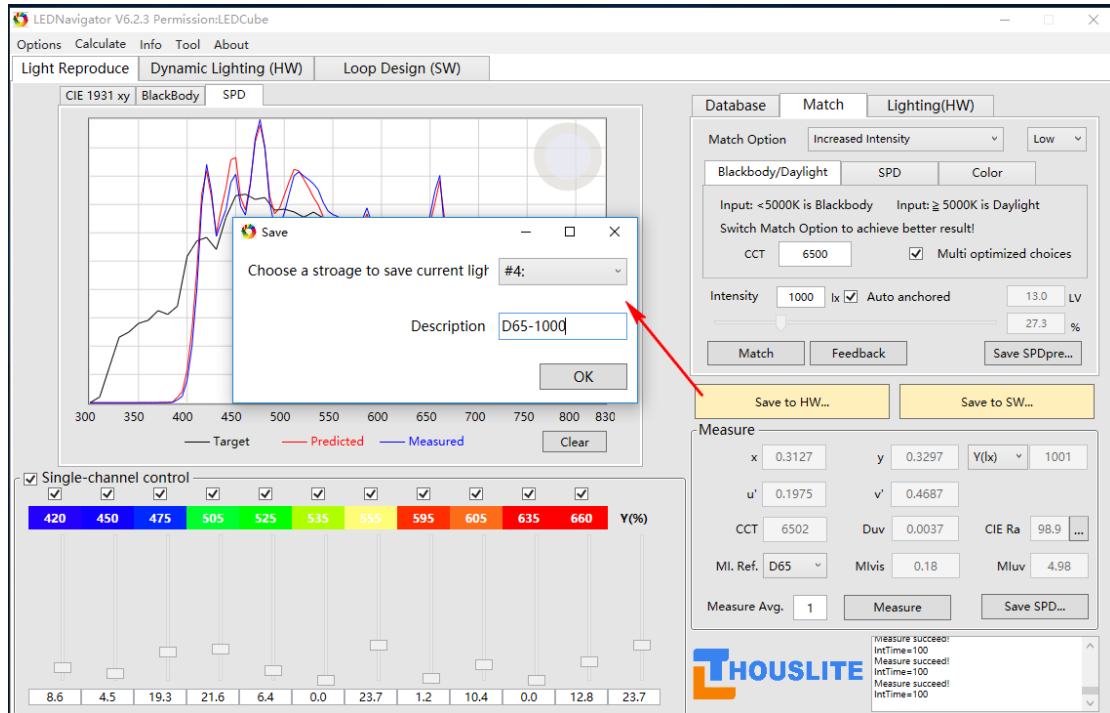

图 5.5. 保存设计的光源
- 9) 将该结果通过 *Save to HW...* 或 *Save to SW...* 保存至软件或硬件中，详见图 5.5。